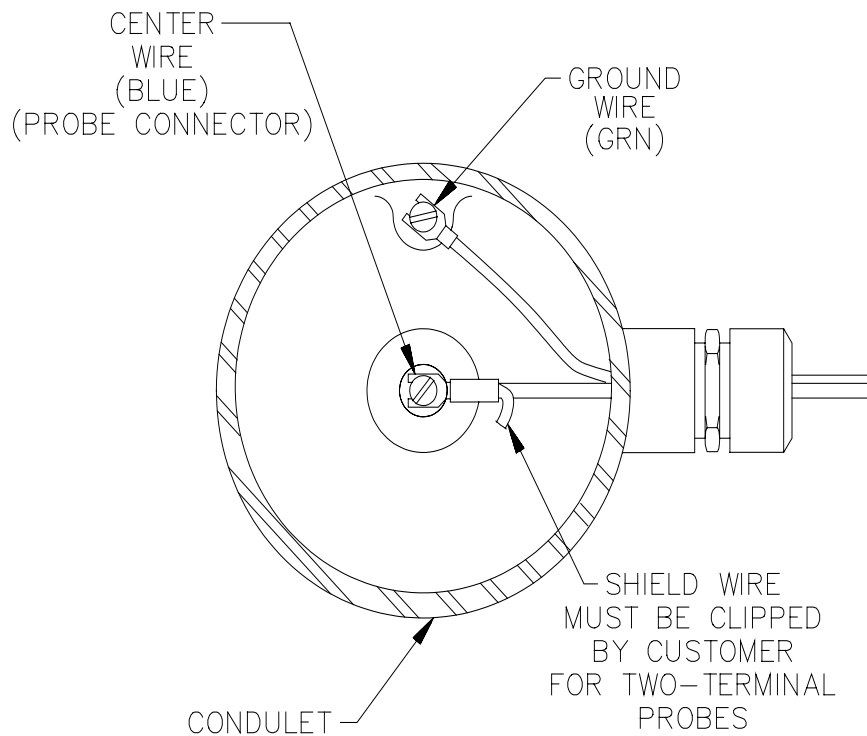

Figura 2-9
- Si el elemento sensor no tiene conexión de adherencia (shield) (que es la condición más común en un elemento sensor de dos terminales), asegúrese de cortar dicho cable en **el extremo del cable del elemento sensor únicamente**. Ver Figura 2-9.